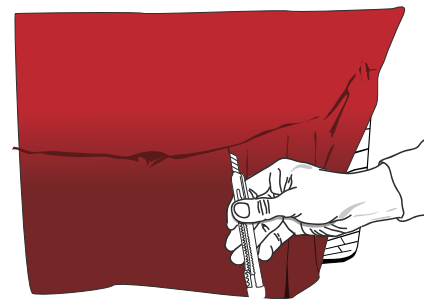

Figure 13
- Avec le cutter, couper des lamelles verticales dans le vinyle. (FIG. 13)